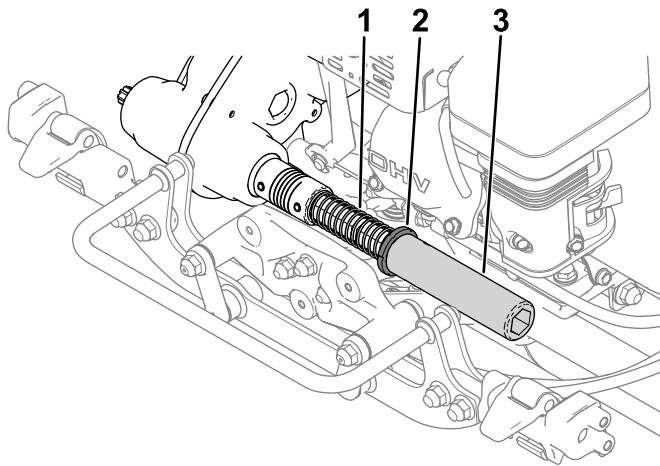

图 9
2. 将弹簧、锁止环和六角管道安装到变速箱联轴器轴 图 9。